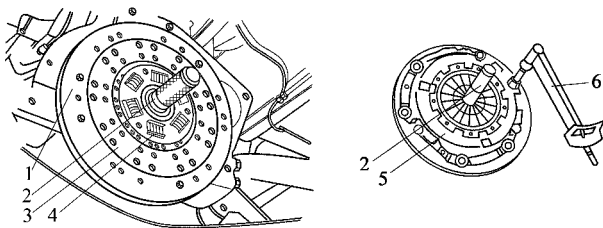

图 2 - 11 拆装离合器
(1) 拆卸离合器 ,首先要拆下变速器(详见有关章节)。
(2) 拆卸离合器压板和摩擦片时 ,要借助大众公司专用工具 10 - 201 将飞轮固定 ,然后用 $25 \text{ N} \cdot \text{m}$ 的扭矩逐渐地将离合器压板的固定螺栓对角拧松 ,取下离合器压板如图 2 - 11 ,并取下离合